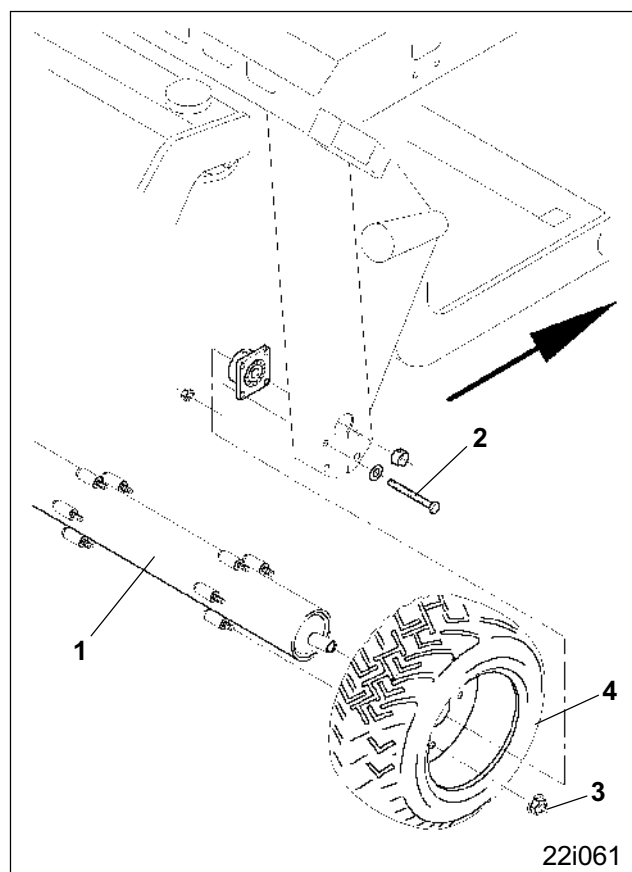

Fig. 50.6
- Каток закрепите при помощи противооткатных упоров для колес от откатывания и открутите каток (Рис. 50.6/1). Для этого с обеих сторон извлеките крепежные болты (Рис. 50.6/2).
- Снимите шестигранные гайки (Рис. 50.6/3) и колеса (Рис. 50.6/4) с катка.